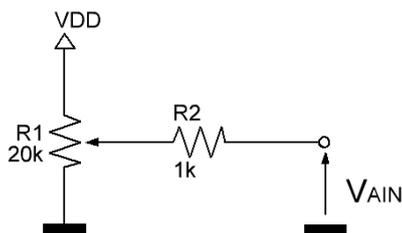

Figure 1
2. Sur le kit DEV1207, une résistance ajustable de  $20\text{k}\Omega$  connectée à l'entrée ADC3\_IN7 comme la figure1.